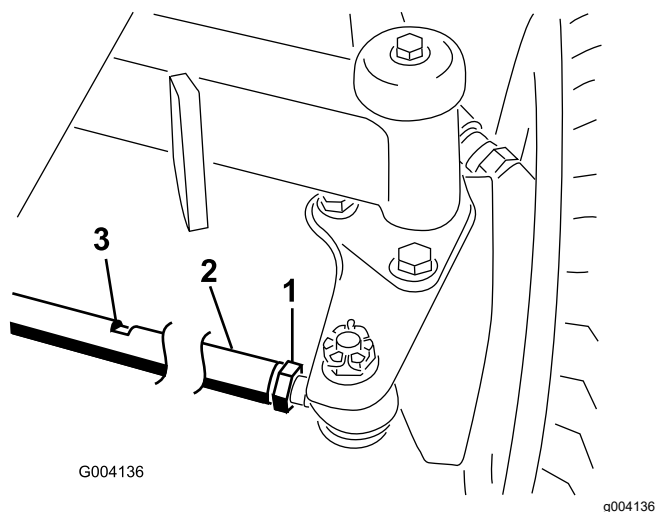

Figura 92
- Desaperte a porca de bloqueio em cada extremidade da barra de direção (Figura 92).